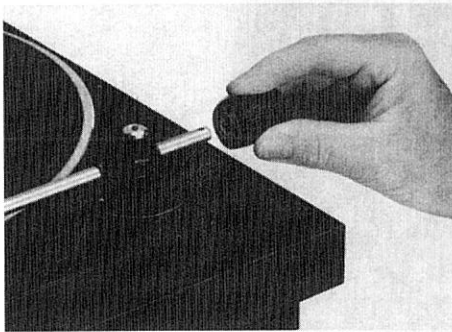

Fig. 4
2. Tonarm-Balancegewicht **3** auf den Tonarm drehen (Fig. 4). Tonarm entriegeln und über die Tonarmablage nach innen schwenken. Lifthebel **5** in Stellung ▼ bringen. Dabei Tonarm festhalten.
2. Turn the tonearm counterbalance **3** on the tonearm (fig. 4). Unlock the tonearm and move it over the tonearm rest. Place the cue control lever **5** in ∇ position. Hold the tonearm whilst doing so.